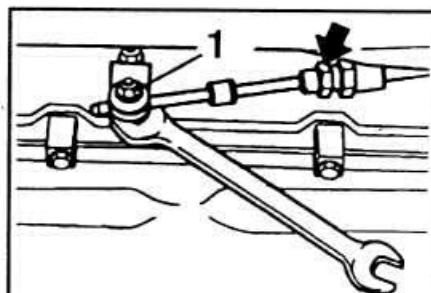

Рис. 7-2. Отсоединение тяги управления переключением передач от рычага выбора передач:
- Отвернуть гайку 1 (рис. 7-2) крепления тяги переключения передач к рычагу выбора передач.